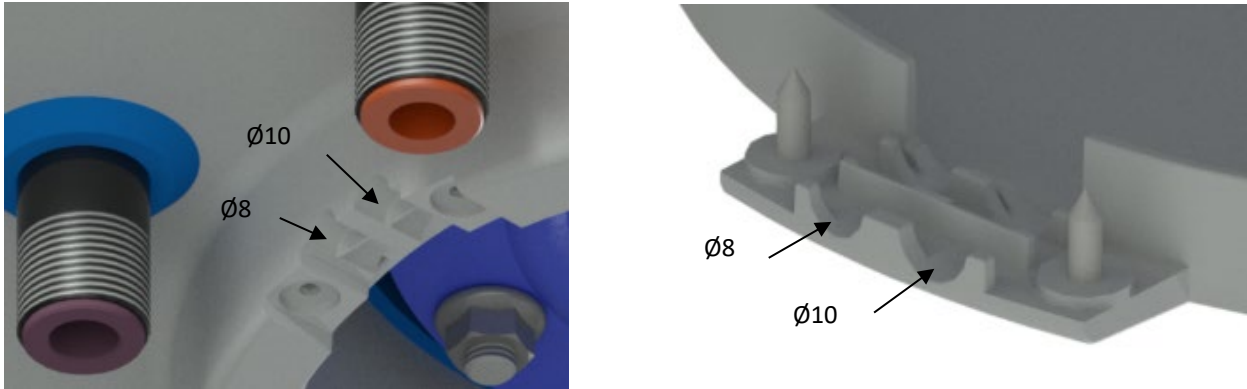
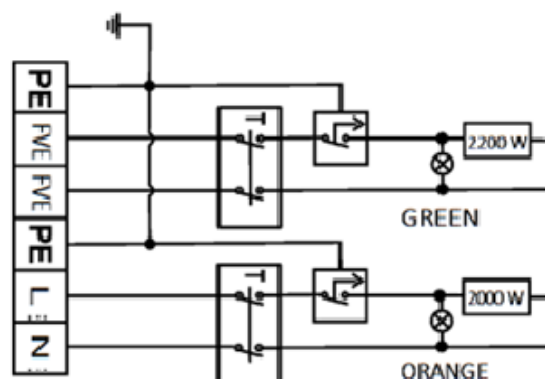
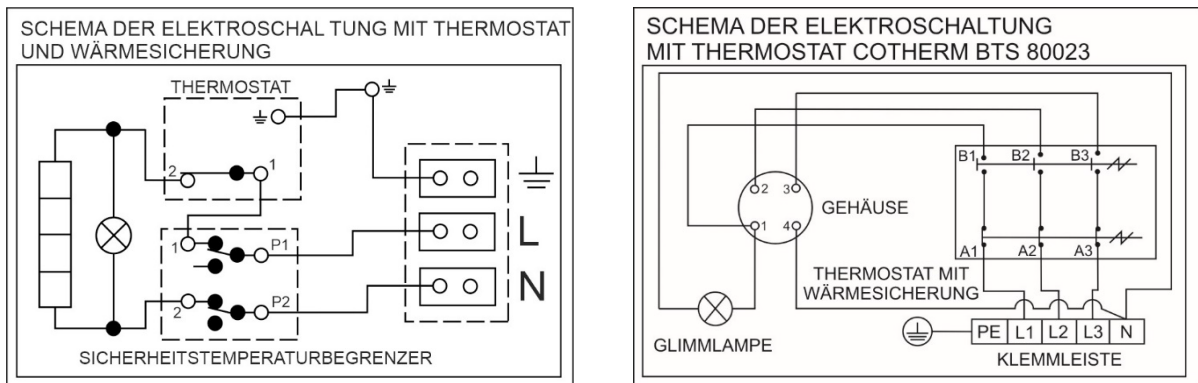

Abbildung 7
Abbildung 8
Abbildung 9
Der Anschluss ist laut Anschlusschema durchzuführen. Der im Werk vorgenommene Anschluss darf nicht geändert werden! (Abbildung 8, Abbildung 9). Die Trennwand in der Abdeckung der Elektroinstallation entfernen, die dem Durchmesser des Zuleitungskabels, also 8 oder 10 (Abbildung 7) entspricht. Die elektrischen Teile des Warmwasserboilers haben die Schutzklasse IP 44. Die Leistung des Heizstabs beträgt 2000 W und 2200 W für den OKCE 2/2 kW.
- Das Schema des Elektroanschlusses ist dem Warmwasserboiler am Gehäuse der Elektroinstallation beigelegt. (Abbildung 8, Abbildung 9).